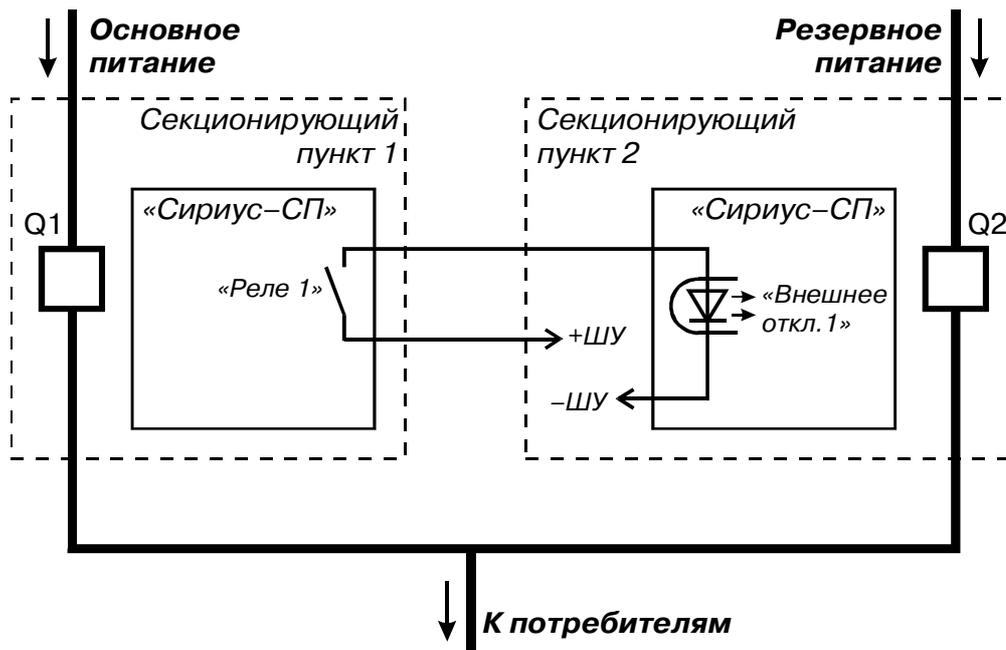

Рис.5. Схема организации АВНР
1.3.13.1. Функция АВНР используется при резервировании питания потребителя, когда имеется основной (включенный в нормальном режиме) и резервный (отключенный в нормальном режиме) вводы питания (рис.5). При пропадании питания на основном вводе, его выключатель Q1 отключается защитой минимального напряжения, после чего срабатывает АВР на резервном вводе и включает выключатель Q2.